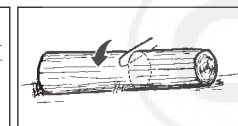

Fig. 13A
1. Le tronc doit être maintenu sur toute sa longueur : En découpant depuis le haut (découpage supérieur) faites attention à ne pas couper dans le sol (Fig. 13A).